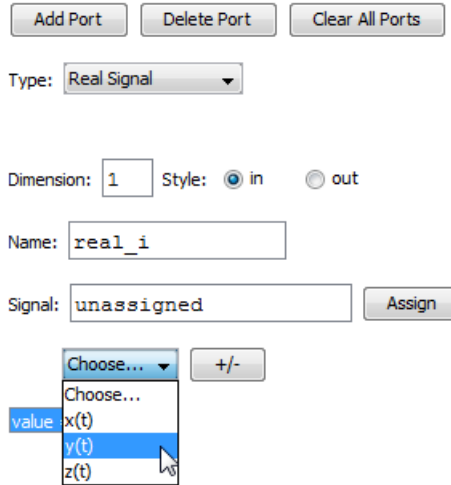

図3.4 ポートマッピングの変数
- 11 次に、変数をポート信号に関連付けます。図3.4 「ポートマッピングの変数」に示すように、ドロップダウンリストから `y(t)` を選択します。